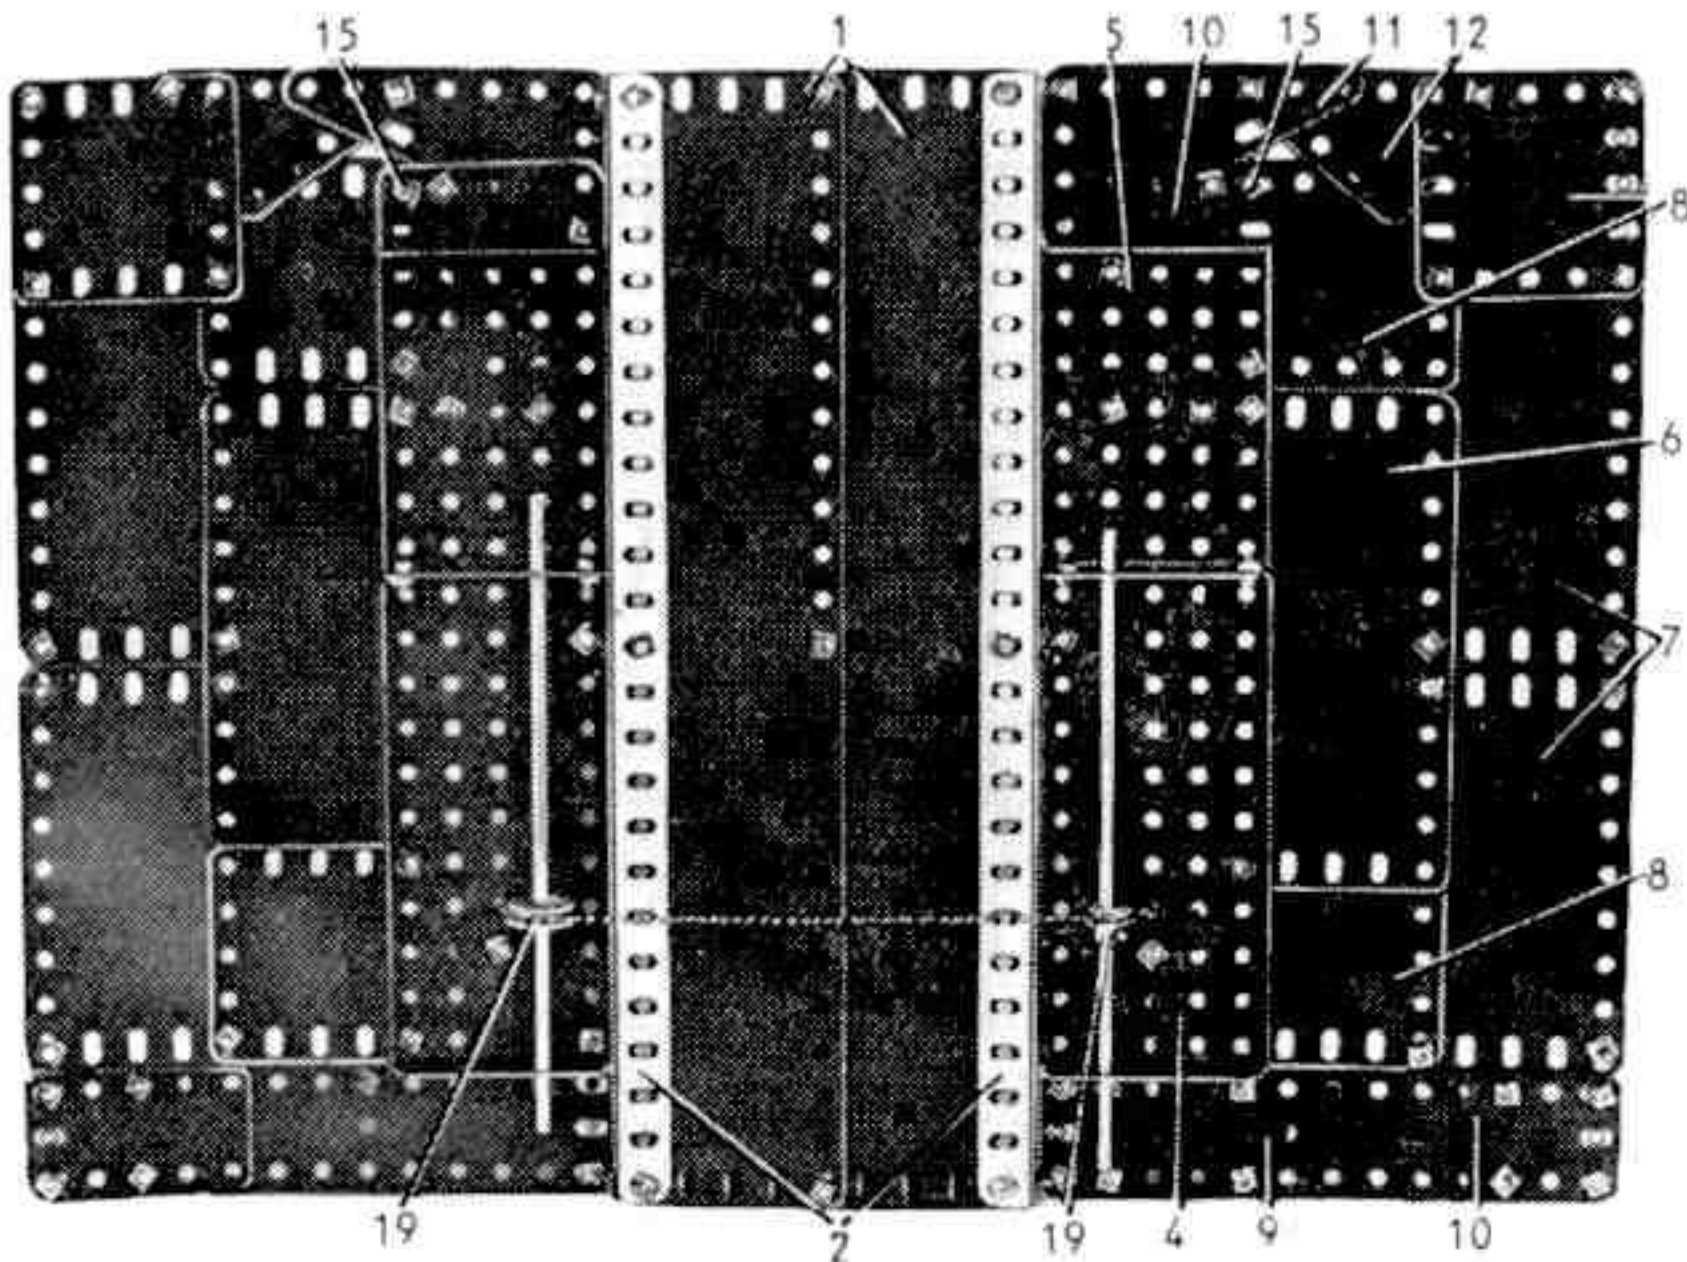

Fig. 2.
Les deux rampes d'accès sont de construction identique et sont fixées sur les cornières (3). Chacune d'elles est formée des plaques suivantes (fig. 2) :
- une plaque à rebords de 14×6 cm. (4) et une de 9×6 cm. (5) ;
- une plaque flexible de 14×6 cm. (6), deux de $11,5 \times 6$ cm. (7), trois de 6×6 cm. (8), une de 14×4 cm. (9) et deux de 6×4 cm. (10) ;
Le portillon fermé heurte une bande coudée (14) fixée verticalement sur la base, et il est maintenu par un boulon (15) muni d'une rondelle (fig. 2). On soulève légèrement le portillon pour lui faire franchir le boulon (15) au moment de l'ouverture.
(18) et traverse la base par un trou de la plaque (4) ; elle passe sur deux poulies de 12 mm. (19) (fig. 2) et revient au dessus de la base par un trou de la seconde plaque (4). Les poulies (19) sont montées sur des tringles passées dans les rebords des plaques (4). Chaque tringle est formée d'une tringle de 13 cm. et d'une de 6 cm. réunies par un raccord de tringles. La corde passe ensuite sur une tringle de 4 cm qui est le pendant de la tringle (18) sur l'autre barrière. Elle passe autour d'une poulie de 25 mm. (20), sous la tringle de 4 cm. et est finalement attachée à l'arrière de la barrière. La poulie (20) est montée sur une tringle de 9 cm. qui tourne dans des supports plats boulonnés par paires aux rebords d'une bande coudée